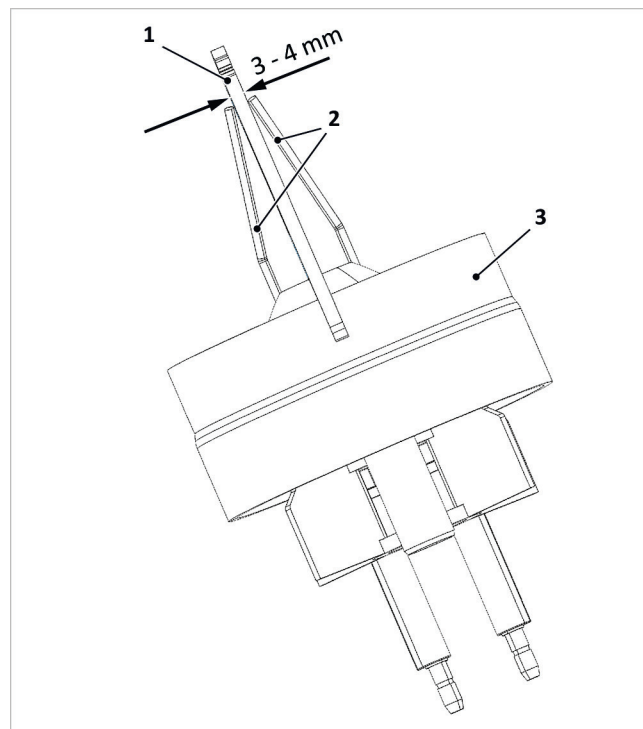

Fig. 150 : contrôle de l'écartement entre les électrodes d'allumage
3. Contrôlez l'écart entre les électrodes → conformément à la *fig. 150* et corrigez-le prudemment par torsion le cas échéant.